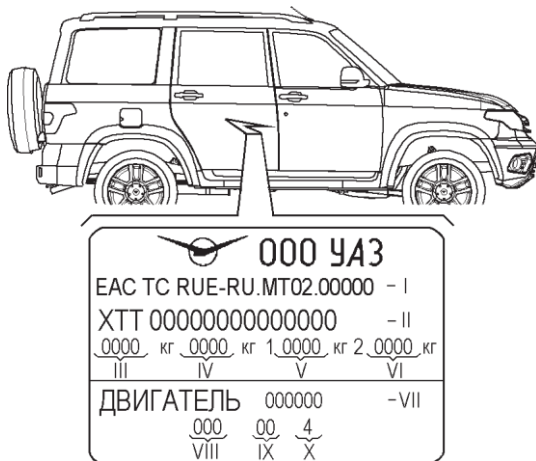
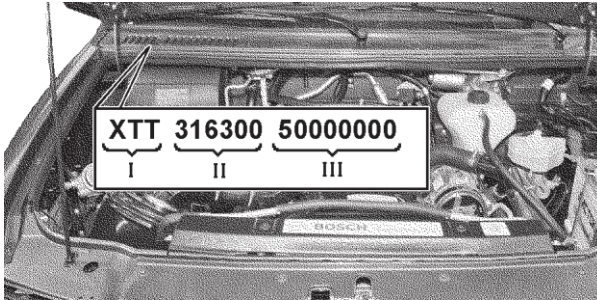

Fig. 1.1. Placa de fábrica del vehículo:
Fig. 1.2. Ubicación del número de identificación del vehículo
**Placa de fábrica del vehículo** (fig. 1.1) montada en el pilar central del lado derecho (en el UAZ CARGO — en la parte posterior) de la carrocería (cabina) del vehículo.
**El número de identificación** del vehículo se inscribe sobre la placa de fábrica (fig. 1.1) y en la carrocería del vehículo, en el panel inferior del parabrisas (fig. 1.2).
El número de identificación (fig. 1.2) consta de tres partes: